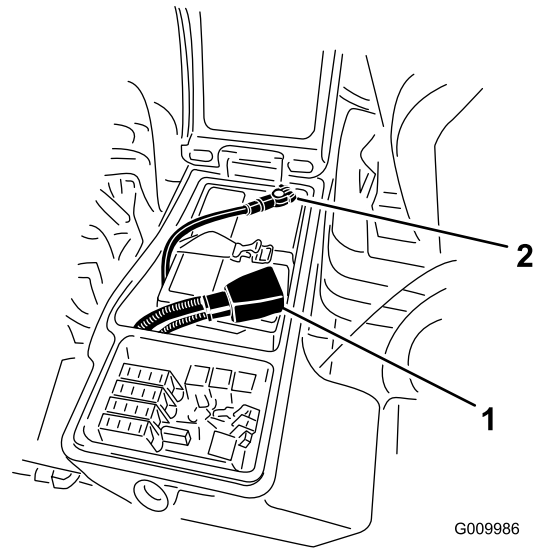

Bild 33
4. Klemmen Sie das Pluskabel (Rot) am Pluspol (+) der Batterie und das Minuskabel (Schwarz) am Minuspol (-) der Batterie an (Bild 33). Befestigen Sie die Kabel mit Kopfschrauben und Muttern an den Polen. Stellen Sie sicher, dass die Plusklemme (+) vollständig auf den Pluspol aufgezogen und das Kabel fest an die Batterie angeklemmt ist. Das Kabel darf die Batterieabdeckung nicht berühren. Ziehen Sie den Gummischuh über den Pluspol, um Kurzschlüssen vorzubeugen.